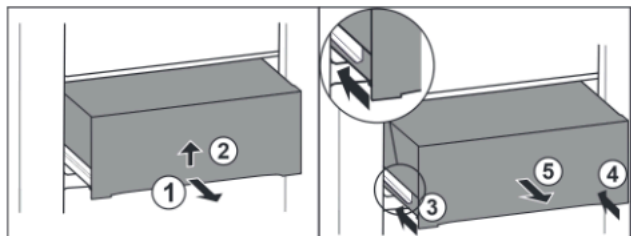

Fig. 34
- Estrarre il cassetto a metà. Fig. 34 (1)
- Sollevare il cassetto nella parte inferiore. Fig. 34 (2)
- Inserire la guida sinistra. Fig. 34 (3)
- Inserire la guida destra. Fig. 34 (4)
- Rimuovere il cassetto tirandolo in avanti. Fig. 34 (5)